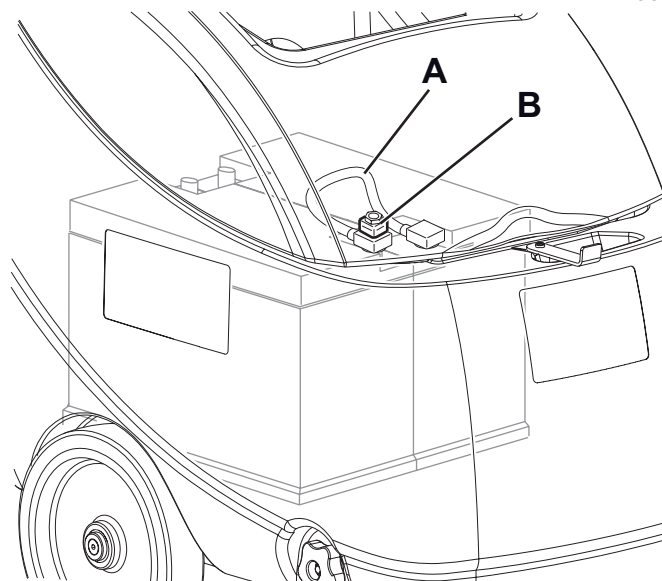

Abbildung 11
1. Batteriestecker (29) trennen.
2. Den Schmutzwasserbehälter (30) ausbauen (siehe Verfahren unter Abschnitt „Benutzung“).
3. Die Batteriesicherung F0 (125 A) (B) am Batterieanschlusskabel (A, Abb. 11) prüfen und ggf. auswechseln.